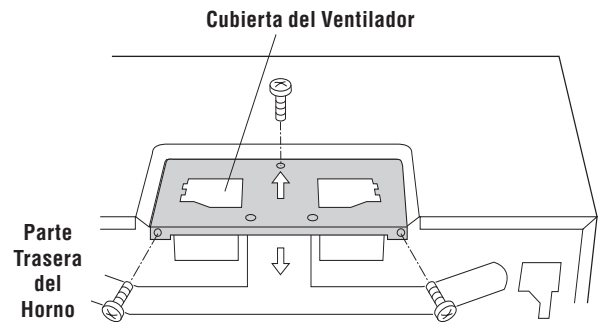

Figura 7
la Cubierta del Ventilador deslizando en dirección opuesta a la flecha indicada sobre la Cubierta de Ventilador, según se muestra en la Figura 7.
1. Remueva y guarde los 2 tornillos del borde trasero y 1 tornillo de la parte central superior de la Cubierta del Ventilador. Remueva la Cubierta del Ventilador deslizándola en dirección opuesta a la fecha indicada sobre la Cubierta del Ventilador según se muestra en la Figura 7.